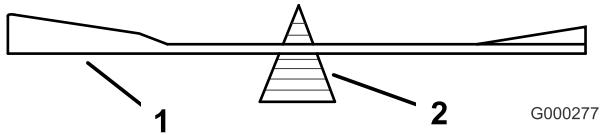

Figure 61
2. Vérifiez l'équilibre de la lame en la plaçant sur un équilibrEUR (Figure 61). Si la lame reste horizontale, elle est équilibrée et peut être utilisée. Si la lame